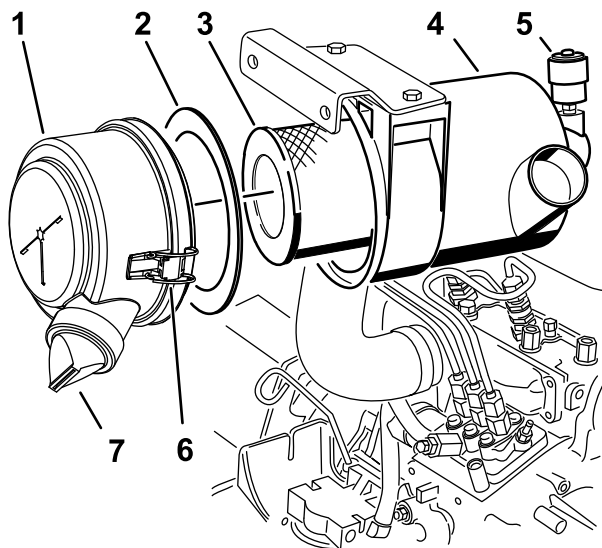

Bild 70
3. Warten Sie die Luftreinigungsfilter (Bild 70).